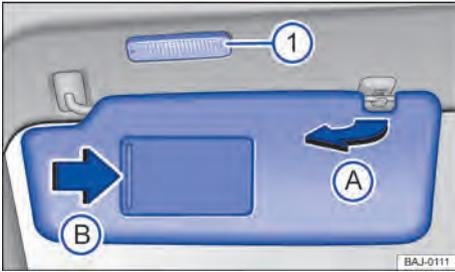

Fig. 91 No revestimento do teto dianteiro: para-sol.
- Retirar do suporte e virar na direção das portas → Fig. 91 (A).